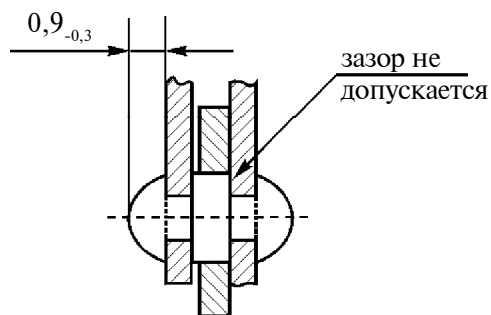

Рисунок 4.11
4.3.5.5 Убедиться, что элементы цепи собраны в верном положении, направлении и с правильным порядком чередования. После сборки цепи проверить подвижность шарнирных соединений и качество клепки, см. рисунок 4.11.